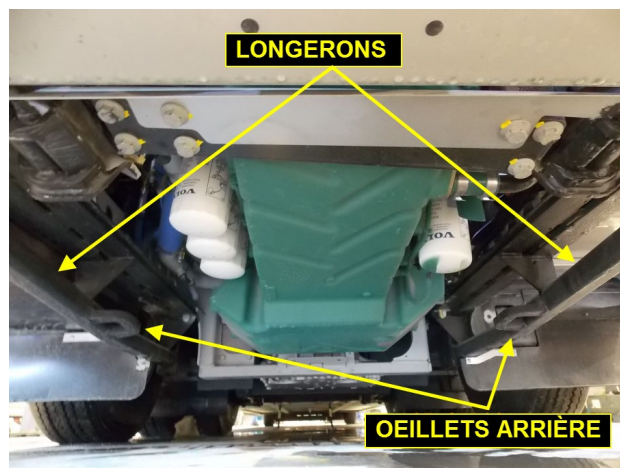

FIGURE 61: OEILLETS DE REMORQUAGE ARRIÈRE EN OPTION INSTALLÉS SUR LES LONGERONS SOUS LE BERCEAU MOTEUR
Placer les fourchettes en position transversale c'est à dire perpendiculaire aux longerons (Figure 61).
6. Lever la barre de remorquage jusqu'à ce que les fourchettes saisissent le longeron (Figure 61).